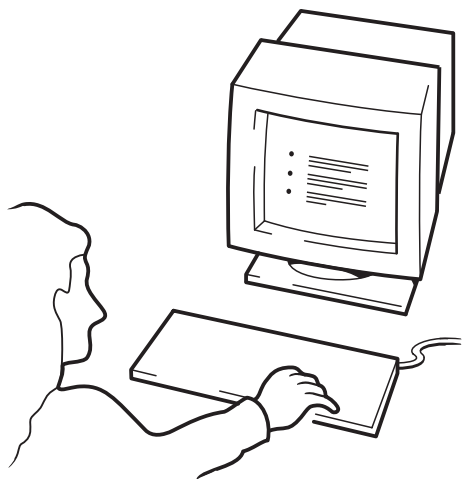

Figura 12c: utilizzo di HP OBDR, fase 3
- 3 Seguire le istruzioni visualizzate per configurare il sistema operativo (vedere la Figura 12c). Le istruzioni variano in base al software utilizzato per il backup. Di solito è sufficiente accettare le risposte predefinite per tutte le richieste di impostazioni e limitarsi a premere <Invio>.